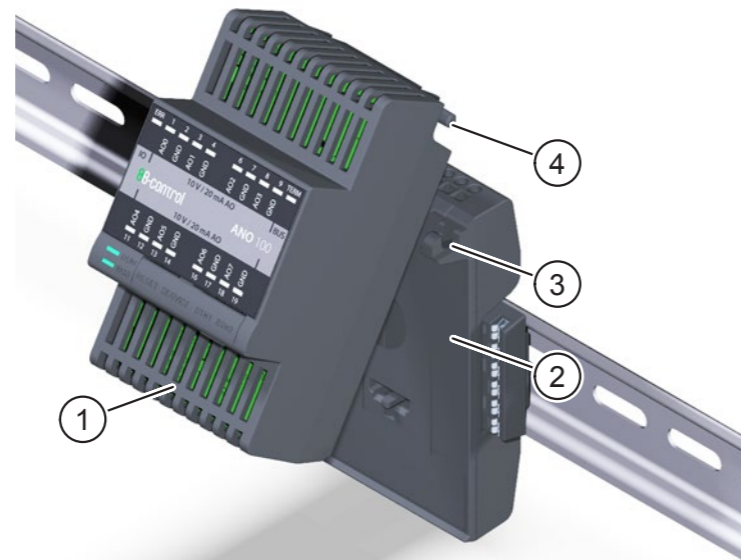

Abb. 6: Elektronikmodul installieren
- ▶ Setzen Sie die Schwenkachsen (Pos. 1 in Abb. 6) in die Haken (Pos. 3 in Abb. 6) der Backplane (Pos. 2 in Abb. 6) ein.